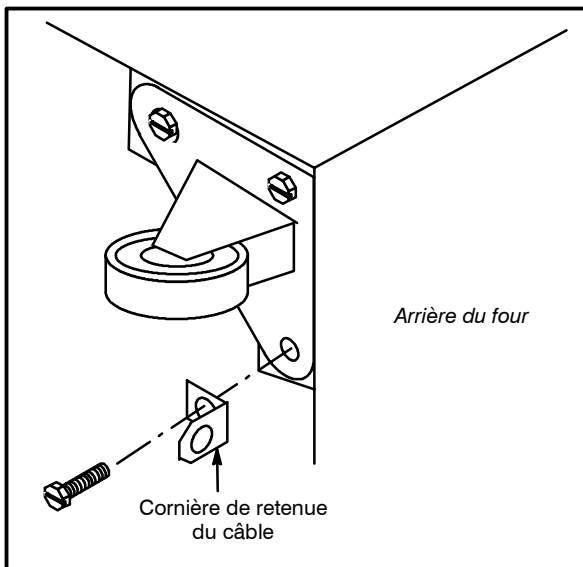

Figure 3
1. Monter la cornière fournie sur le boulon du pied juste au-dessous de l'arrivée de gaz. Voir Figure 3.